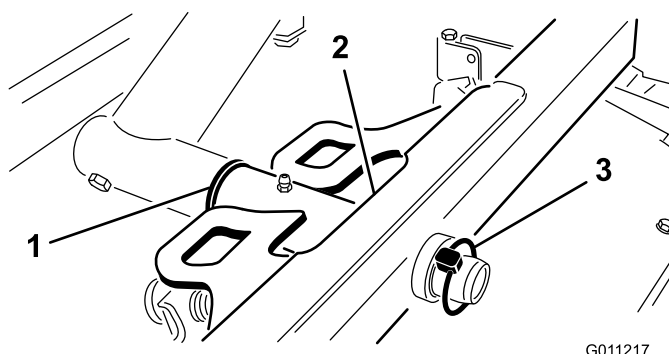

図 17
2. ピボット・ロッドに、カッティングユニットのキャリアフレームを取り付け、リンチ・ピンで固定する (図 17)。